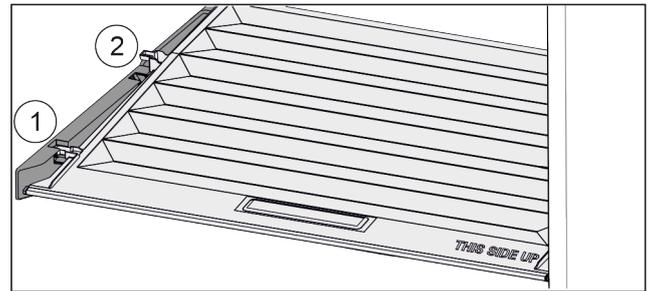

Fig. 128
- Deckel bis zur Öffnung in den Halteteilen nach vorne ziehen Fig. 128 (1).
- Hinten von unten anheben und nach oben wegnehmen Fig. 128 (2).